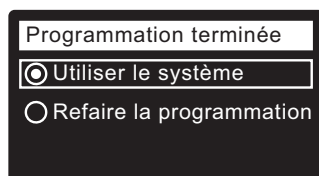

FIG. 24
24. Appuyez sur le sélecteur (O). L'afficheur indiquera « Programmation terminée » (Cf. Figure 24).
25. À ce stade, si vous souhaitez modifier des réglages, appuyez sur le bouton BAS (▼) pour passer à **Refaire la programmation**, puis deux fois sur le sélecteur (O) pour revenir aux assistants.
26. Si vous ne souhaitez faire aucune modification, regardez s'il y a un point dans le cercle **Utiliser le système** (cf. Figure 24), puis appuyez sur le bouton (O). Le fonctionnement normal de l'appareil commence, tel qu'expliqué à la page 17.